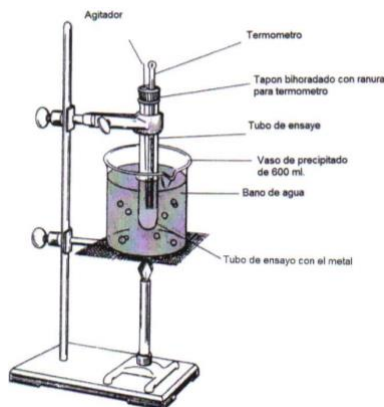

Figura 1. Montaje experimental
- Sujete el tubo de ensaye con una pinza e introdúzcalo en un vaso de precipitado lleno de agua que está sobre un mechero de Bunsen, dejando la parte superior del tubo (al menos 5 cm arriba del nivel del agua). Observe la Figura 1: